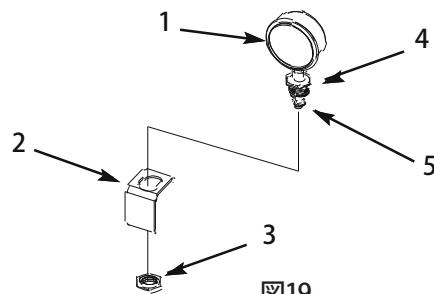

図19
1. 水圧計のネジ部にテフロンテープを左回りに巻き、リデューサ・フィッティングを水圧計に取り付ける (図19)。
2. 黒いフィッティング (プラスチック製) を水圧計の縮径フィッティングに取り付ける (図19)。
3. 水圧計を、コントロール・ボックス・カバー内側の丸い穴の下にあるブラケットに取り付け、水圧計に同封されているナットを使用して固定する(図19)。